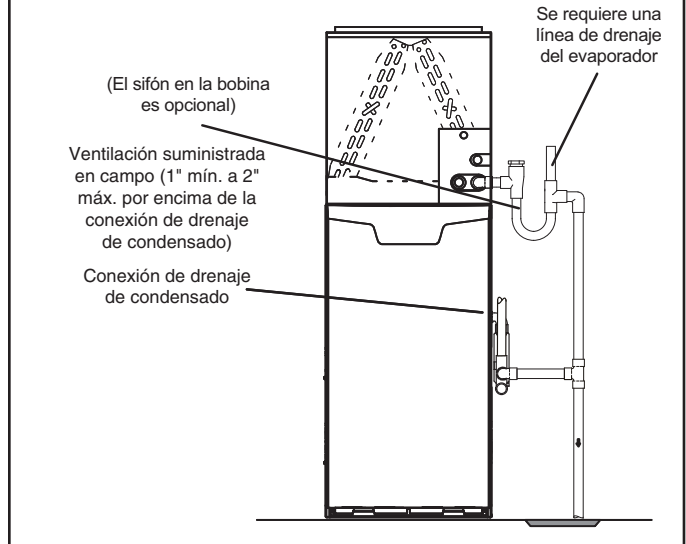

FIGURA 39
- 5 - Las FIGURAS 36 y 37 muestran el calefactor y el serpentín del evaporador usando un drenaje separado. Si es necesario, la línea de condensado del calefactor y del serpentín del evaporador se pueden drenar juntas. Ver las FIGURAS 38, 39 y 40. Calefactor de flujo ascendente (FIGURA 39) - En aplicaciones del calefactor de flujo ascendente, la ventilación proporcionada en el sitio debe ser de un largo mínimo de 1" hasta un largo máximo de 2" arriba de la conexión de la salida de drenaje de condensado. Cualquier largo de más de 2" puede inundar el intercambiador de calor si la línea de drenaje primaria combinada tuviese una restricción. Calefactor horizontal (FIGURA 40) - En aplicaciones del calefactor horizontal, la ventilación proporcionada en el sitio debe ser de un largo mínimo de 4" hasta un largo máximo de 5" arriba de la conexión de la salida de drenaje de condensado. Cualquier largo de más de 5" puede inundar el intercambiador de calor si la línea de drenaje primaria combinada tuviese una restricción.